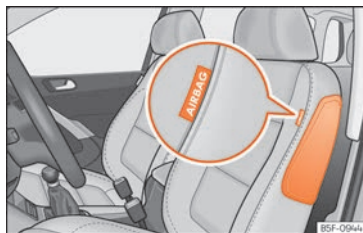
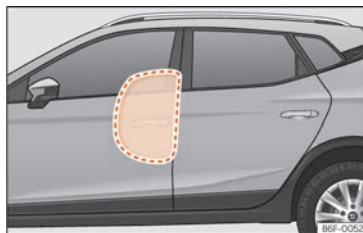

Fig. 29 Airbag lateral en el asiento del conductor.
Fig. 30 Airbag lateral completamente inflado en el lado izquierdo del vehículo.
Los airbags laterales están localizados en los respaldos de los asientos delanteros » » » fig. 29, » » » fig. 30.
- Asegúrese de que los niños viajen sentados correctamente en sus asientos y no sitúen la cabeza en la zona de despliegue de los airbags laterales >>> fig. 30, ya que, en caso de dispararse los airbags, estos podrían golpearlos y provocarles lesiones graves.